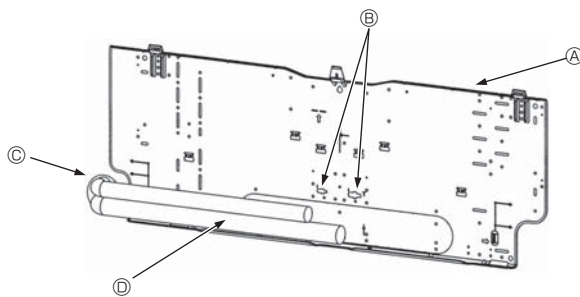

Fig. 3-5
3.3. Cuando coloque los tubos en la pared (Fig. 3-5)
- ▲ Placa de montaje ①